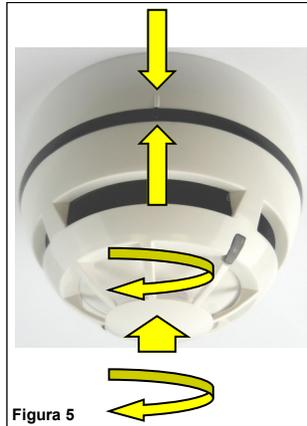

Figura 5
5) Quando il rivelatore è saldamente innestato, controllare l'allineamento dei punti di riferimento in rilievo presenti sul rivelatore e sulla base (figura 5).